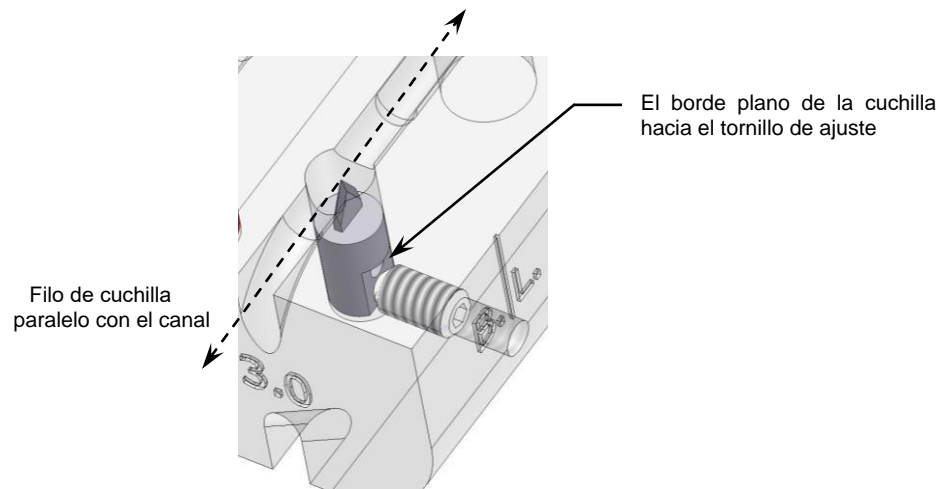

Figura 3
- Coloque la nueva cuchilla en el bolsillo de la hoja. Orientar con la superficie plana de plástico frente al tornillo y la hoja paralela con el canal. (Figura 3)